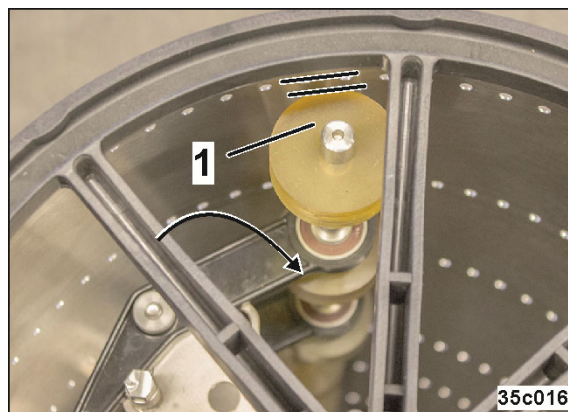

Рис. 330
4. Рычаги (Рис. 327/2) повернуты в противоположную сторону к оси вращения, между роликами для перекрытия отверстий и распределительным барабаном имеется зазор (Рис. 330/1).